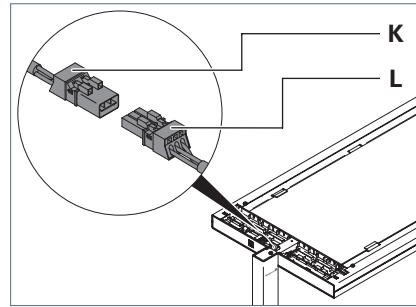

Fig. 5: Leuchtenkopf anschließen, Teil 2.
- Verbinden Sie die Steckbuchse **L** mit dem Stecker **K** im Leuchtenkopf, siehe Fig. 5.